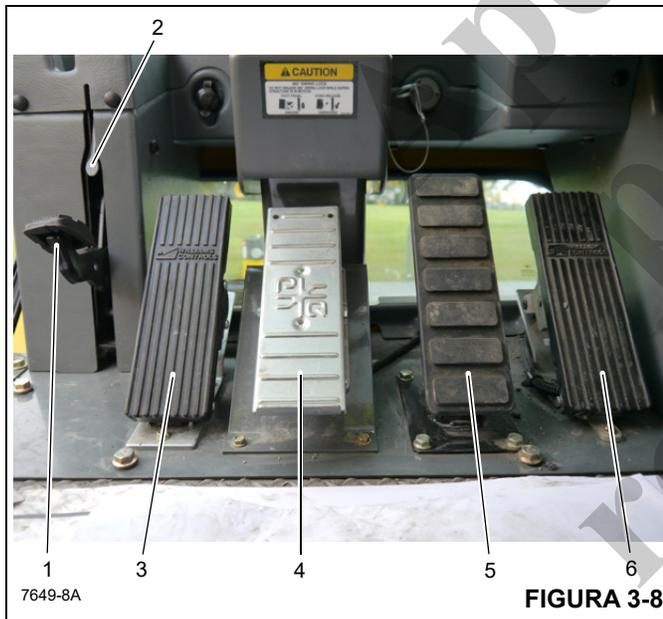

FIGURA 3-8
O pedal da trava de giro de 360° (1, Figura 3-8) está localizado no lado esquerdo do piso da cabine. O pedal ativa a trava de giro para impedir que a superestrutura gire. Para liberar a trava de giro, puxe para cima a alavanca de liberação da trava de giro de 360° (2).
O pedal do freio de giro (3, Figura 3-8) localiza-se no lado esquerdo do piso da cabine. Ele ativa o freio de giro para desacelerar ou parar o movimento de giro. A frenagem aumenta ou diminui proporcionalmente à pressão do pé aplicada no pedal.
O pedal de controle do movimento telescópico (4, Figura 3-8) está localizado na parte central do piso da cabine. Pressionar a parte superior do pedal estende a lança. Pressionar a parte inferior do pedal retrai a lança.
O pedal do freio de serviço (5, Figura 3-8) é o segundo pedal a partir da direita no piso da cabine. Pressionar o pedal controla o acionamento dos freios de serviço.
O pedal do acelerador (6, Figura 3-8) localiza-se no lado direito do piso. Ele controla a rotação do motor, que aumenta ou diminui proporcionalmente à pressão do pé aplicada no pedal. O pedal é conectado eletricamente ao módulo de controle da superestrutura, que envia o sinal ao ECM do motor através do link de dados J1939.